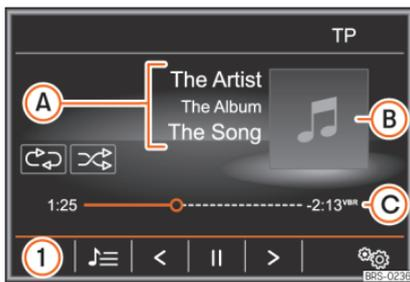

Abb. 210 Hauptmenü MEDIA.
- Infotainment-Taste **MEDIA** drücken, um das Hauptmenü *MEDIA* zu öffnen »» Abb. 210.